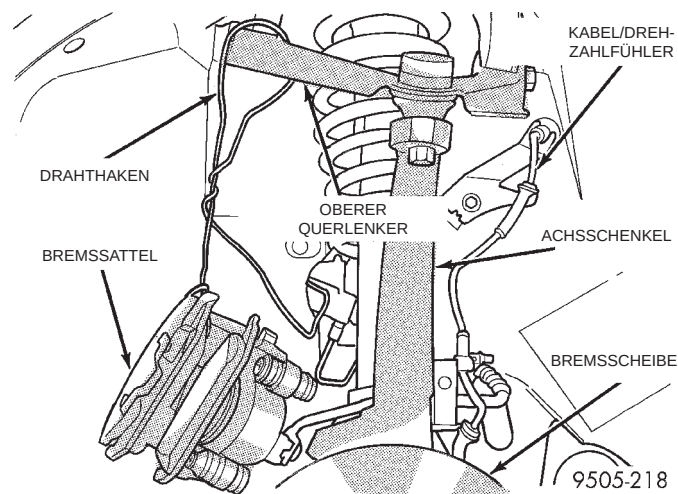

Abb. 62 Bremssattel korrekt aufgehängt
(7) Bremssattel mit einem Drahthaken am Unterboden aufhängen (Abb. 62). Bremssattel nicht am Bremsschlauch hängen lassen.